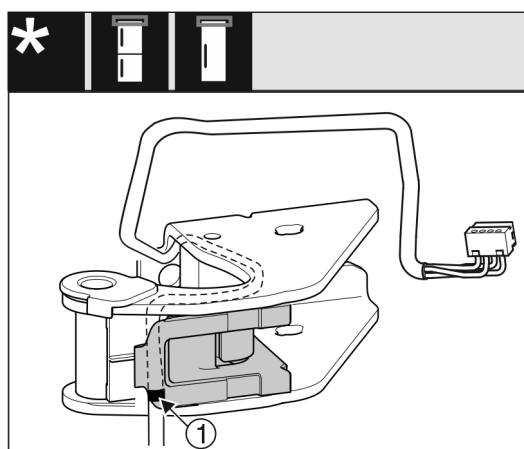

Fig. 28
- ▶ Sredinska oznaka naj bo ob tem na robu držala kabla Fig. 28 (1).